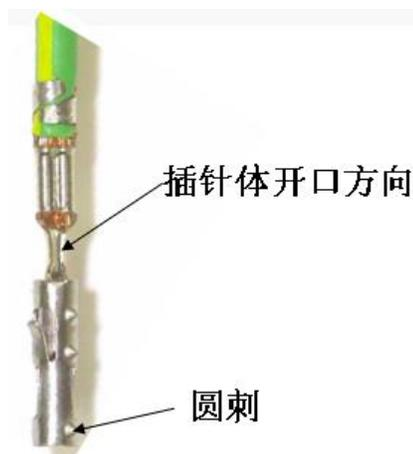

图 11 插针的正确插接方法
- 丨 插小插针时，插针体的开口方向朝向插头的大插孔处；插针前端的两个凸起的圆刺要与插头上的开口相对应；见图11所示。